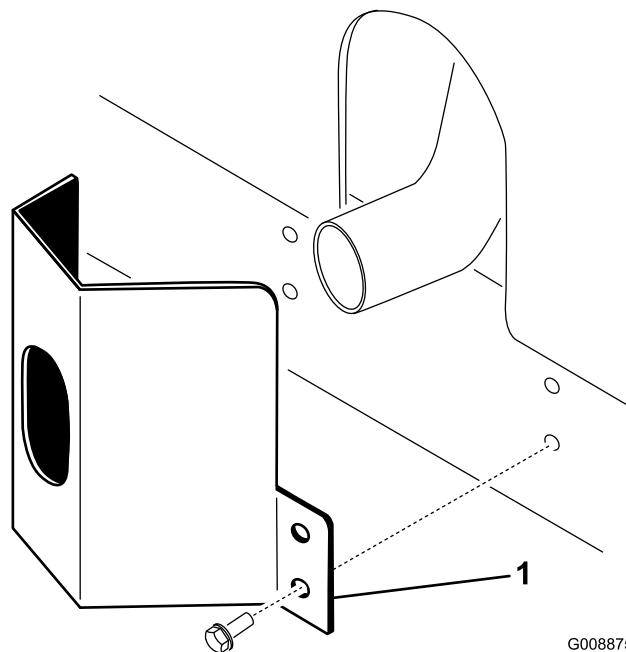

Рисунок 10
1. Расположите ограждение выхлопа на глушителе, совместив монтажные отверстия с отверстиями в раме (Рисунок 10).
2. Закрепите ограждение выхлопа на раме с помощью 4 самонарезающих винтов (Рисунок 10).